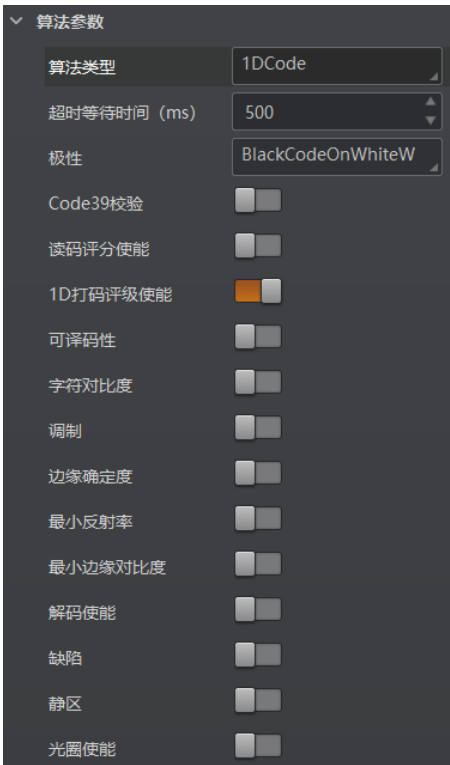

图3-24 一维码打码评级
3. 切换运行模式为 Normal 模式，并开启打码评级使能，如图 3-24 所示。